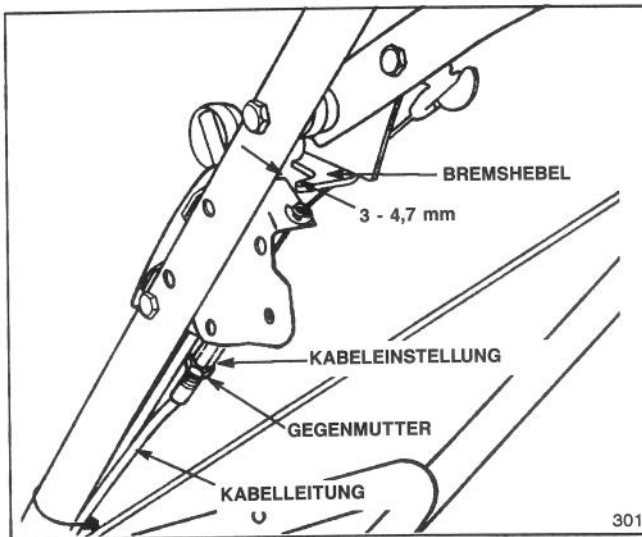

Abbildung 19
2. JUSTIERUNG ÜBERPRÜFEN (Abb. 19)—Antriebshebel zur Schiebestange bewegen, bis das Kabel straff ist. Abstand zwischen Bremskabel und Schiebestange muß 3 - 4,75 mm betragen. Siehe Schritt 3 für Justierung.
3. KABELLEITUNG JUSTIEREN—Gegenmutter an der Kabeleinstellung lösen (Abb. 19). 3 - 4,75 mm Abstand zwischen Bremshebel und Schiebestange einstellen. Kabelleitung justieren, bis sie straff ist. Dann die Gegenmutter anziehen.